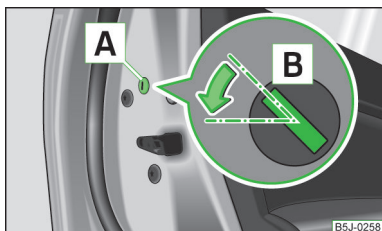

Abb. 160
- Die Blende **A** abbauen » Abb. 160.